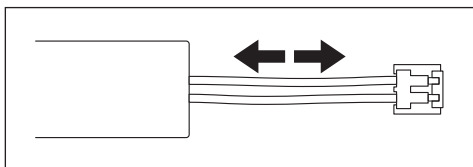

図 14
- 6) 新しいバッテリーパックを用意し、コードのくせを取り、真っ直ぐにします。(図 14)